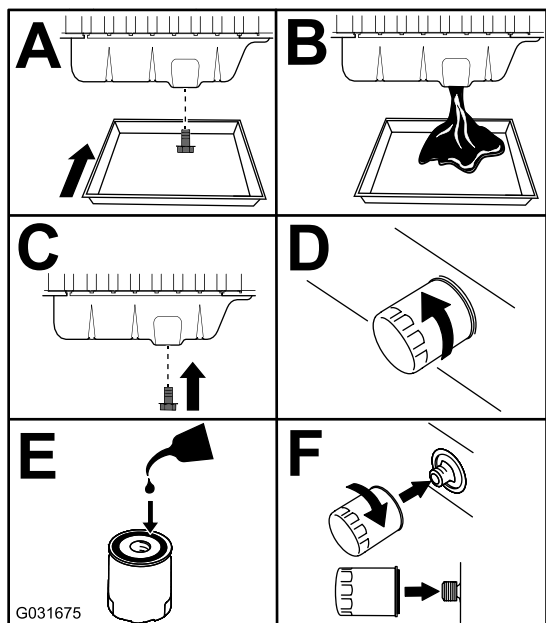

Figure 72
- Vidangez l'huile moteur et remplacez le filtre à huile (Figure 72).